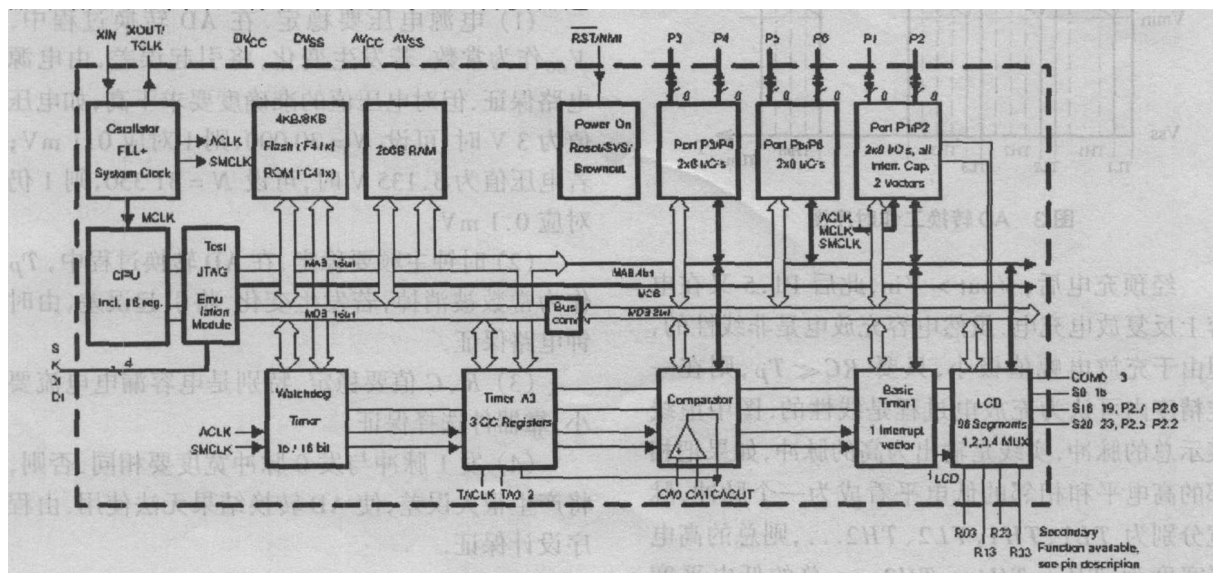

图 1 MSP430F413 片内结构框图
(3) MSP430 系列单片机是美国德州仪器公司 1996 年以后逐步开发出来的 16 位低功耗单片机(MCU)。主要特点是功耗极低、开发方便、产品系列化, 可随使用要求不同选择相应产品。本文介绍的  $\Sigma\Delta$  型 AD 转换电路由 MSP430F413 单片机构成, 其片内结构如图 1 所示。